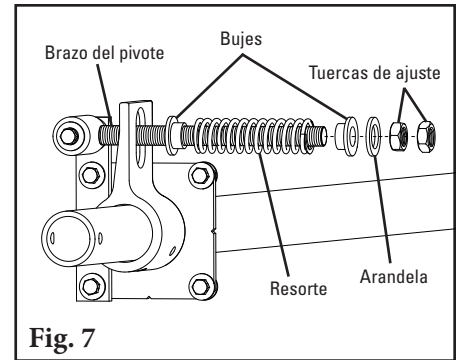

Fig. 7
- Reensamble el ensamble del resorte.** Deslice el resorte, arandela y bujes en el brazo del pivote y gire las dos tuercas de ajuste de manera que aproximadamente 6 mm del brazo del pivote quede expuesta sobre las tuercas (Fig. 7).